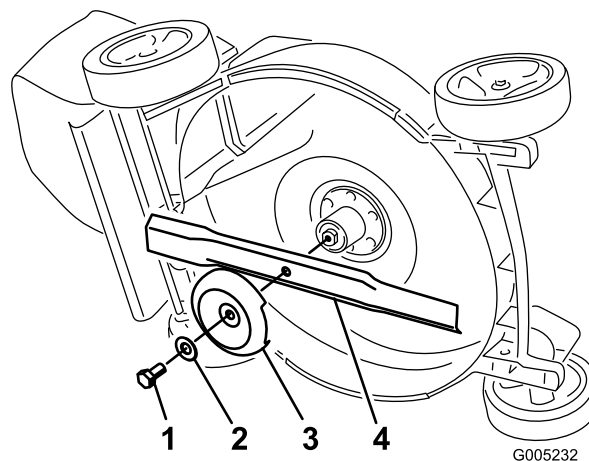

Figura 27
4. Vuelque la máquina hacia su lado **derecho** (Figura 27).
Sujete el extremo de la cuchilla usando un paño o un guante grueso. Retire el perno de la cuchilla, la arandela, el protector de césped y la cuchilla (Figura 27).